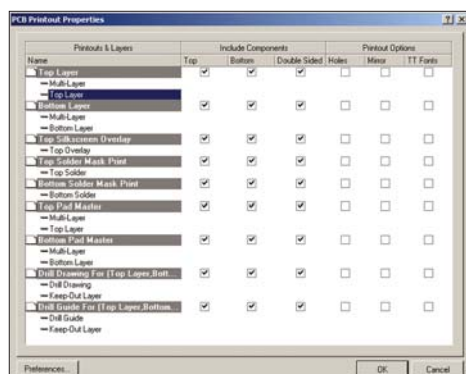

Рис. 9. Настройка слоев распечатки Final Artwork Print
4. Выполним щелчок правой кнопкой мыши и в появившемся контекстном меню выберем команду Configuration. Откроется уже знакомое нам окно PCB Printout Properties с настройками слоев данной распечатки (рис. 9). В качестве упражнения добавим к первому листу содержимое слоя Mechanical 1, содержащего стандартную форматку A4.